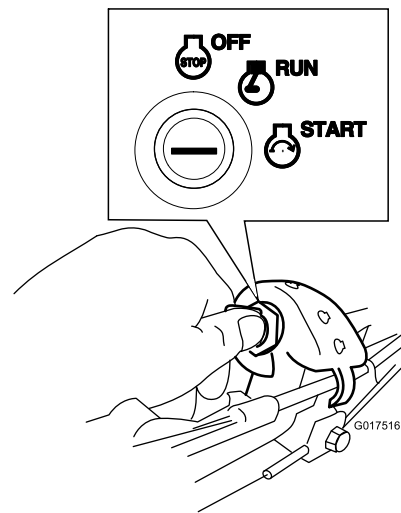

Figura 17
- **Llave de contacto:** Gire la llave de contacto a la posición de Arranque y manténgala en esa posición (Figura 17); cuando el motor arranque, suelte la llave.
1. Gire la llave de contacto a la posición de MARCHA (Figura 17).